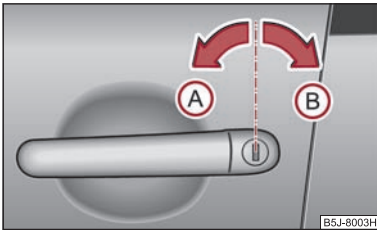

Abb. 25 Schlüsseldrehungen zum Ent- und Verriegeln
- Drehen Sie den Schlüssel im Schließzylinder der Fahrertür in die Fahrtrichtung (Entriegelungsstellung) **(A)** ⇒ Abb. 25.
- Drehen Sie den Schlüssel im Schließzylinder der Fahrertür gegen die Fahrtrichtung (Verriegelungsstellung) **(B)** ⇒ Abb. 25.